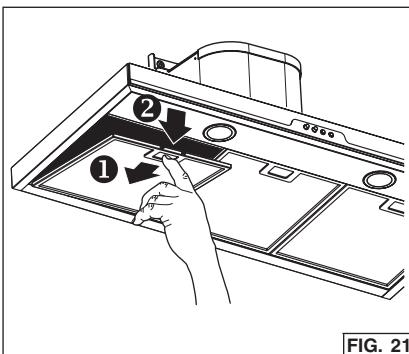

FIG. 21
- Pour retirer le filtre à GRAISSE, enfoncez la languette de blocage pour dégager le filtre de la hotte. Inclinez le filtre vers le bas et retirez-le. Fig. 21.
- Pour installer le filtre à GRAISSE, alignez les languettes arrière du filtre avec les fenêtres de la hotte. Poussez sur la languette de blocage et enfoncez le filtre à sa position, puis relâchez. Au terme de l'installation, assurez-vous que le filtre est bien engagé. Fig. 21.